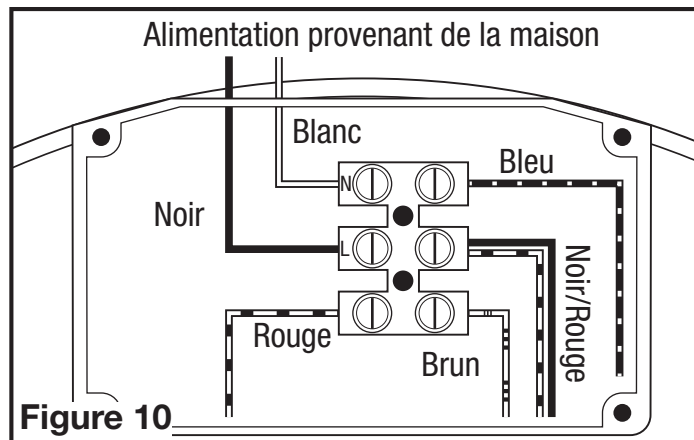

Figure 10
3. Insérez le fil blanc provenant de la maison dans le port de la plaquette de connexions étiqueté " N " et serrez à l'aide d'un petit tournevis régulier. Insérez le fil noir à partir du commutateur mural dans le port de la plaquette de connexions étiqueté " L " et serrez à l'aide d'un petit tournevis régulier. Etant donné que le moteur est isolé au sein d'un boîtier de plastique, il n'est pas nécessaire de procéder à une mise à la terre (Figure 10).